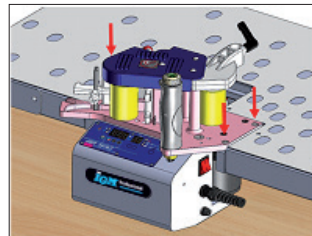

**Abb. 8**
- Der Stützfuß des Bandspenders ist höhenverstellbar, um mit dem Stütztisch auf die gleiche Höhe eingestellt werden zu können (Abb.8)